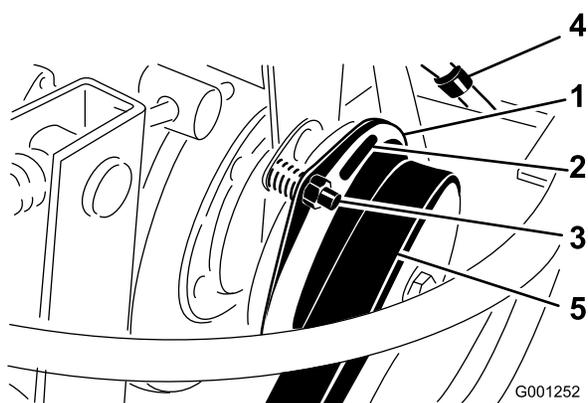

Figura 79
3. Ajuste a folga de modo a permitir a introdução de um calibrador de 0,38 mm entre a cobertura da embraiagem e a placa de fricção (Figura 79).
**Nota:** Pode reduzir esta folga se rodar a porca de ajuste no sentido dos ponteiros do relógio (Figura 79). A folga máxima é de 0,76 mm. Ajuste as 3 folgas.